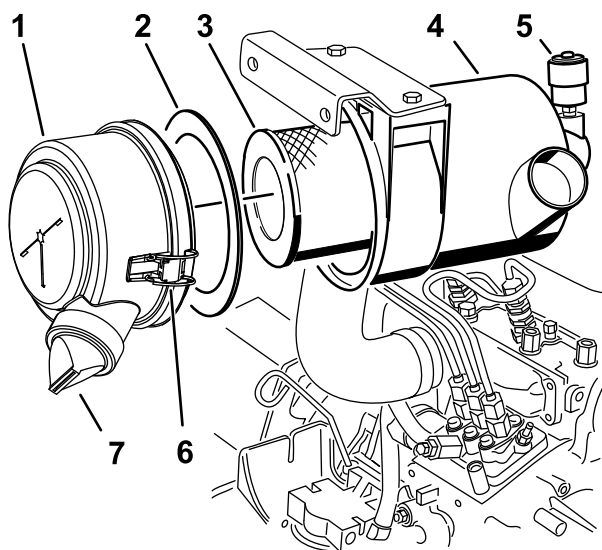

Рисунок 30
3. Производите обслуживание фильтра воздухоочистителя при появлении в окне индикатора сигнала красного цвета или через каждые 400 часов работы (при работе в условиях сильных загрязнений или запыленности производите обслуживание чаще) (Рисунок 30).